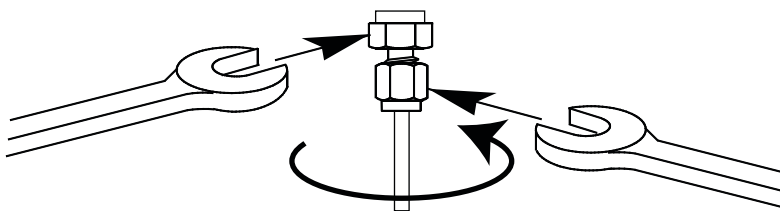

Figura 21 Aperto final
- 8 Para conexões Swagelok de 1/8 pol., use duas chaves de boca para apertar a conexão 3/4 de volta (consulte a Figura 21).